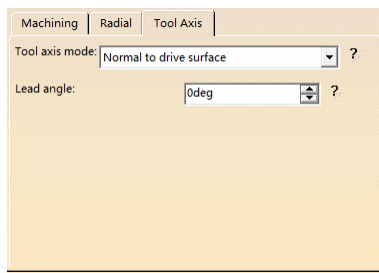

图 4-56 “Tool Axis” 选项卡（2）
- 在“Tool Axis”选项卡（2）的“Tool axis mode”下拉列表中选择“Normal to drive surface”，如图 4-56 所示。